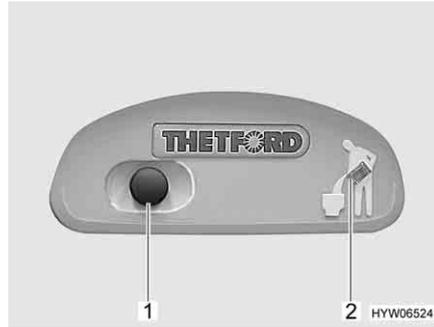
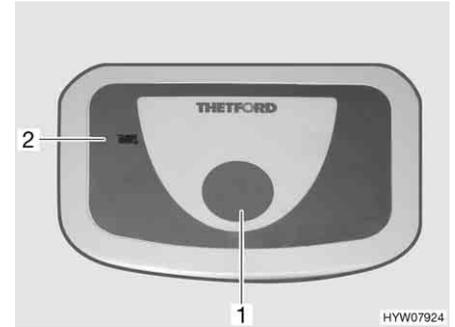

Fig. 166 Pulsante dello sciacquone/spia di controllo toilette Thetford
Fig. 167 Pulsante dello sciacquone/spia di controllo toilette Thetford (alternativa)
- Per sciacquare premere il pulsante blu (Fig. 166,1 o Fig. 167,1).
La spia di controllo (Fig. 166,2 o Fig. 167,2) è accesa quando il serbatoio fecale deve essere svuotato.